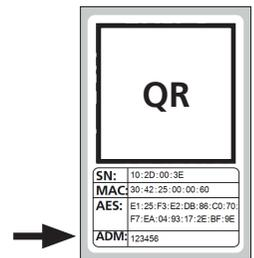

Abb. 8
**Hinweis:** Den werkseitigen Administratorcode finden Sie auf dem QR-Code Aufkleber des Motorschlusses unter der Angabe „ADM“ (Abb. 8).